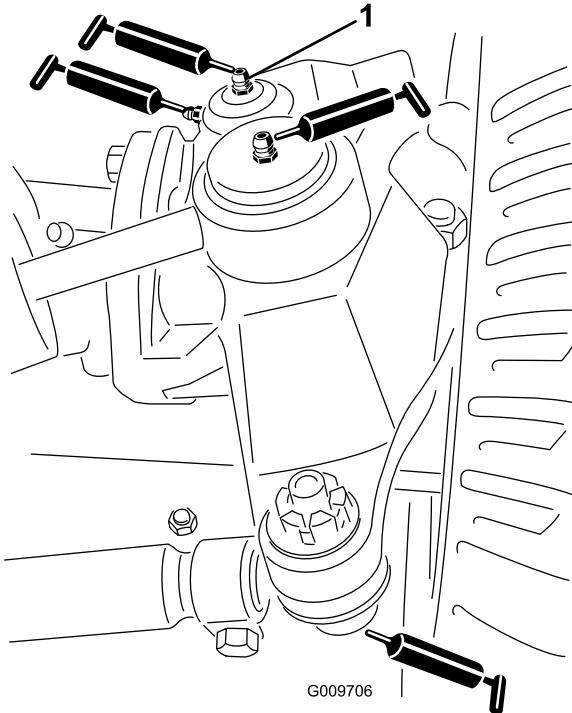

Bild 71
- Lenkzylinder-Kugelgelenke (2) (Bild 71)
- Spurstangen-Kugelgelenke (2) (Bild 71)
- Achsschenkelbolzen (2) (Bild 71) **Fetten Sie die obere Armatur am Achsschenkelbolzen nur einmal jährlich (2 Pumpen).**